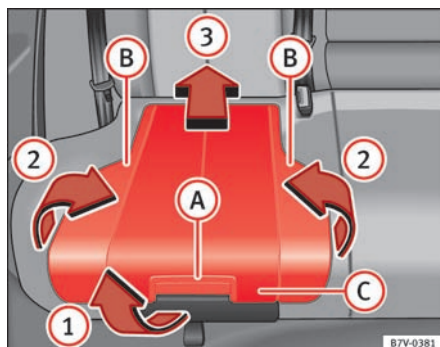

Fig. 29 Integreret børnesæde: Sådan klappes sædepolstringen op.
- Træk sædepolstringen fremad i pilens retning ⇒ Fig. 29 ① med udløserarmen ①.
- Klap de to sider ② opad i pilens retning ②.
- Tryk sædepolstringen ③ bagud i pilens retning ③, indtil den går i hak.